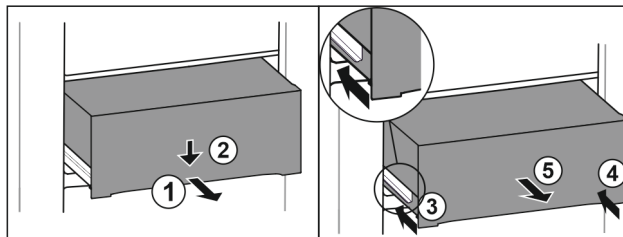

Fig. 123
- Húzza ki félig a fiókot. Fig. 123 (1)
- Nyomja le a fiók elülső oldalát. Fig. 123 (2)
- Tolja be a bal oldali sínt körülbelül 2 cm mértékben. Fig. 123 (3)
- Tolja be a jobb oldali sínt körülbelül 2 cm mértékben. Fig. 123 (4)
- Vegye ki a fiókot előre felé. Fig. 123 (5)